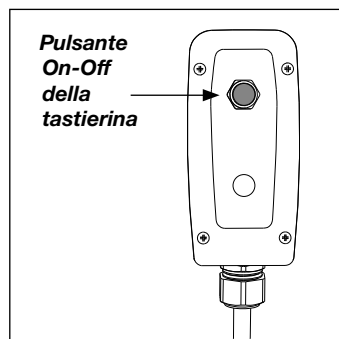

Figura 10, Pulsante
5.3 Funzionamento della tastierina (vedere la Figura 10)